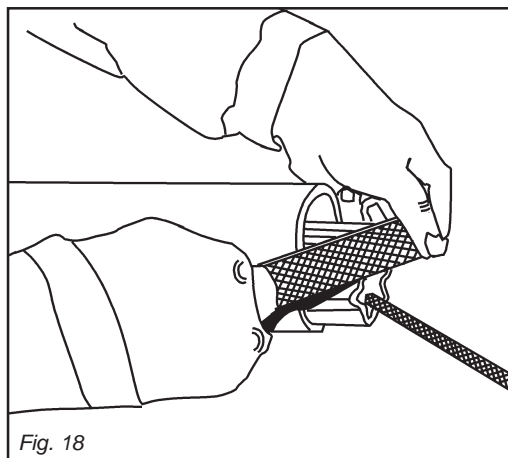
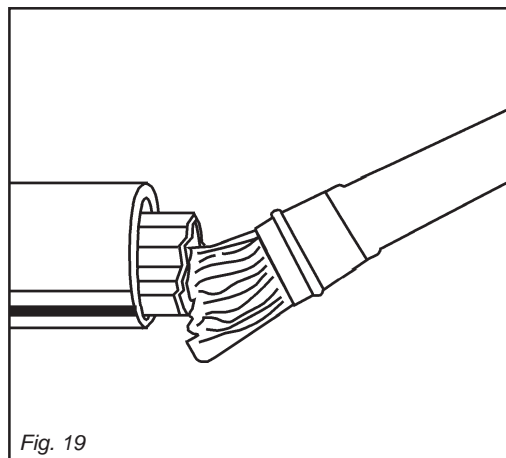

Fig. 18
Fig. 19
- Accorciare i tubi scorrevoli di una stessa lunghezza (Fig. 16 e 17), sbavare e pulire (Fig. 18) e ingrassare l'interno del tubo esterno (Fig. 19).
- *Shorten the sliding tubes by the same extent (Fig. 16 and 17), deburr and trim (Fig. 18), then grease the inside of the outer tube (Fig. 19).*
- Raccourcir les tubes coulissant de la même longueur (Fig. 16 et 17), ébavurer et nettoyer (Fig. 18) puis graisser l'intérieur du tube extérieur (Fig. 19).
- Die Gleitrohre um die gleiche Länge (Abb. 16 und 17) kürzen, sie abgraten und reinigen (Abb. 18) und das Innere des Außenrohrs schmieren (Abb. 19).
- Acortar los tubos corredizos en modo uniforme (Fig. 16 y 17), quitar las rebabas y limpiar (Fig. 18) y engrasar dentro del tubo externo (Fig. 19).